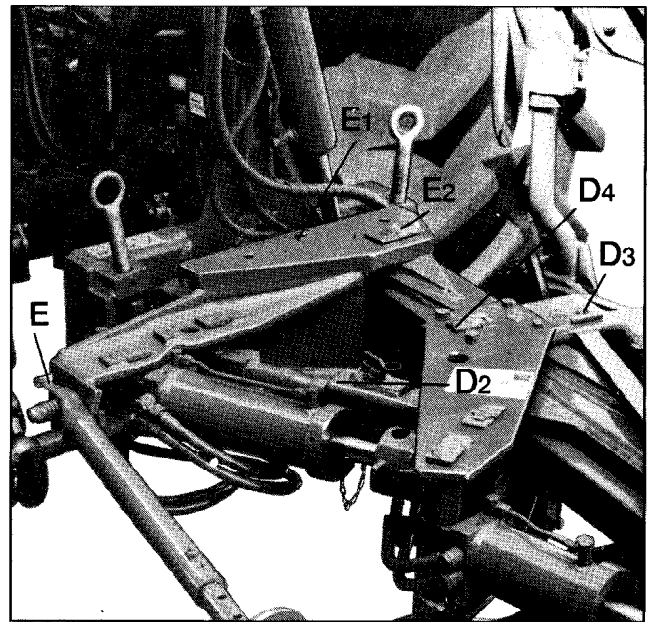

Fig. 16
Alle lageringen met smeernippels regelmatig smeren: bijv. aan de wentelcilinder, wentelas, vlakstellingspindels, spindellager (E), tussenplaat (E1), raampen E2, zwenkbegrenzing D2, (Fig. 16; bij zwenkcilinder), console- en schuifstanglageringen (D3/D4), schijfkouters, steunwiel (combiwiel) en ook alle houders.
Bussen in de consolen- en schuifstanglageringen (D3;D4) en framelagering (E2) zijn verwisselbaar (zie Fig. 16).